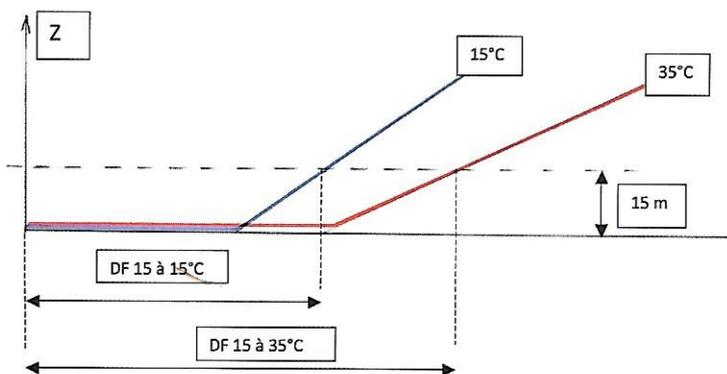

Figure 2. Influence schématique de la température extérieure sur la trajectoire au décollage. Par forte température on constate :
1. Les conséquences pratiques : diminution des performances au décollage et en montée (voir figure 2).
• Une augmentation de la vitesse propre VP à vitesse indiquée Vi constante : associée à une puissance disponible inférieure, les deux dégradent les performances combinées décollage + montée (voir figure 2) selon le processus suivant :